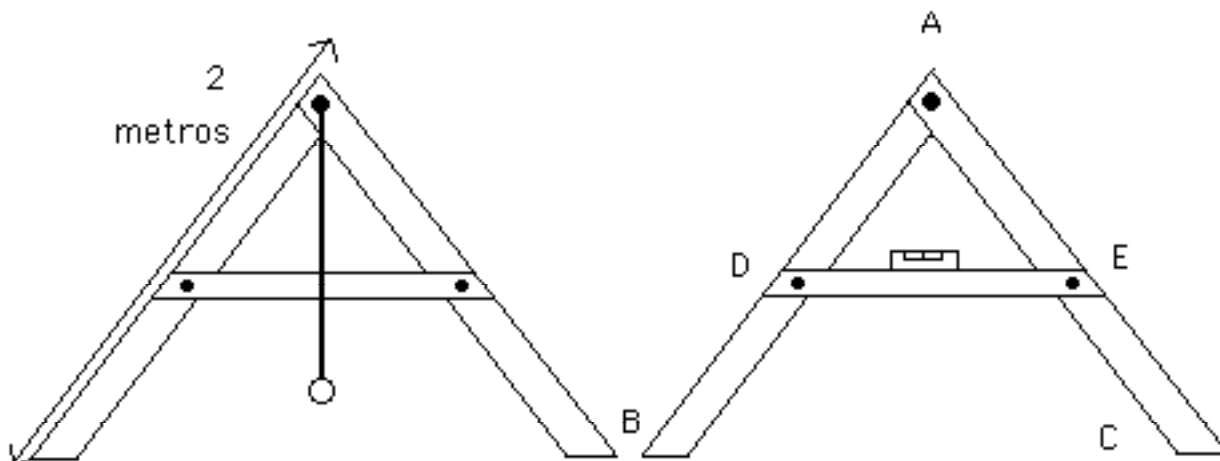

Figura 3-7: Armazón A con plomada (izquierda) y con nivel de pita (derecha) usados para hacer líneas de contorno.
- * Montando un nivel de pita: En este caso, usar un pedazo de madera bien uniforme y derecho para el travesaño. Atar muy firmemente con un hilo el nivel de pita al travesaño como muestra la figura 3-7. NOTA: También se puede usar un nivel de pita.